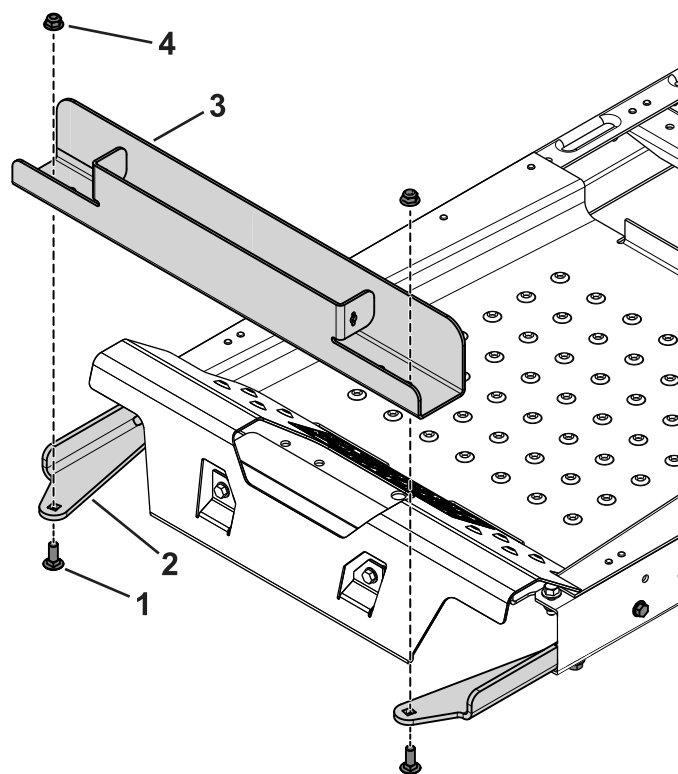

Figura 4
3. Utilize os 2 parafusos de carroçaria (3/8 pol. x 1 pol.) e as porcas flangeadas para fixar o tabuleiro de pesos às montagens (Figura 4).